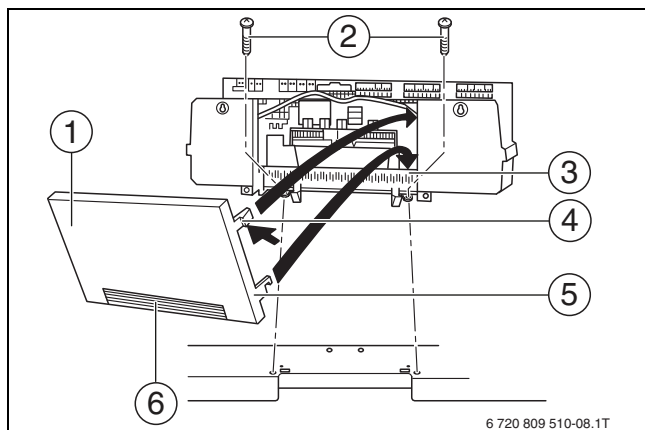

Рис. 22 Крепление Logamatic 4000
- При необходимости выломайте или вырежьте заглушку (→ рис. 22, [6]) на задней стенке [1].